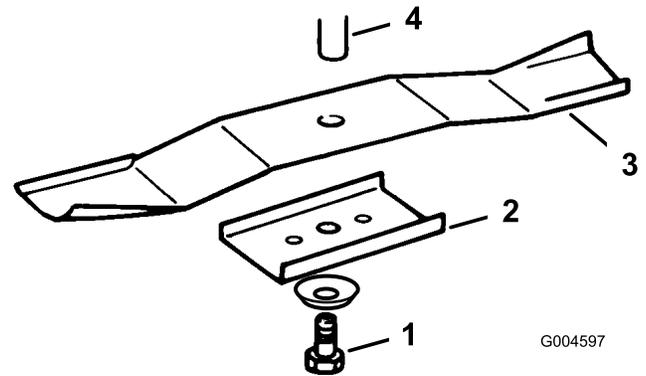

Bild 36
3. Entfernen Sie die Schraube (5/8 Zoll-Schlüssel), Wellenscheibe, den Halter und das Schnittmesser (Bild 36). Sie können einen Holzklötzchen zwischen das Schnittmesser und das Mähwerk keilen, um das Schnittmesser beim Entfernen der Schraube zu blockieren.